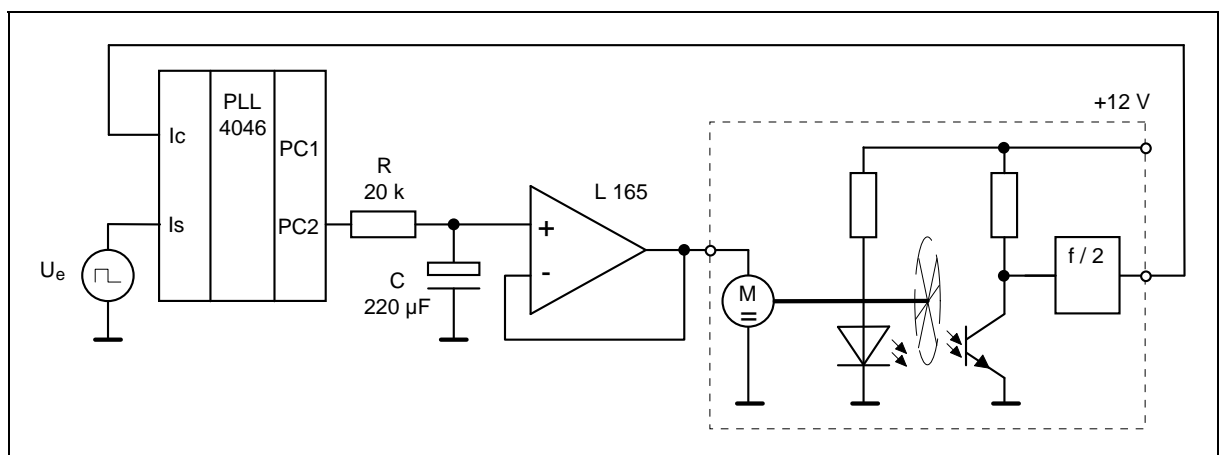

Bild 5: Drehzahlregelung mit PLL
- 2.3. Die Drehzahl eines Gleichstrommotors soll mit Hilfe einer PLL entsprechend Bild 5 geregelt werden. Dazu ist auf der Motorwelle ein inkrementaler Geber angebracht, der 18 Impulse pro Umdrehung realisiert. Dem Optokoppler ist zur Einstellung eines Tastverhältnisses der Ausgangsspannung von $t_{\text{ein}}/t_{\text{aus}}=1/1$ ein Frequenzteiler von 2/1 nachgeschaltet. Welchen Bereich muß die Frequenz der Referenzspannung überstreichen, wenn die maximale Drehzahl des Motors 13000 min^{-1} beträgt?
Eine mögliche Anwendung der PLL ist eine Motorregelung entsprechend Bild 5. Dabei wird anstelle des VCO ein Gleichstrommotor mit angekoppeltem inkrementalen Geber in den Regelkreis eingesetzt. Die Frequenz, die der Geber liefert und ein Maß für die Drehzahl des Motors ist, wird mit einer Referenzfrequenz verglichen und auf diese eingestellt.
Bauen Sie die Schaltung nach Bild 5 auf. Der Leistungs-OV muß dabei mit einer bipolaren Spannung von ± 12 V versorgt werden.